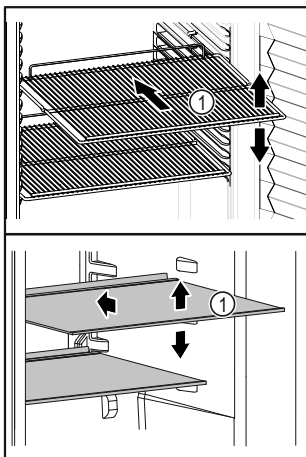

Fig. 67 Beispielhafte Darstellung
- Wenn Ablageflächen Fig. 67 (1) versetzbar sind, Ablageflächen je nach Höhe anpassen.